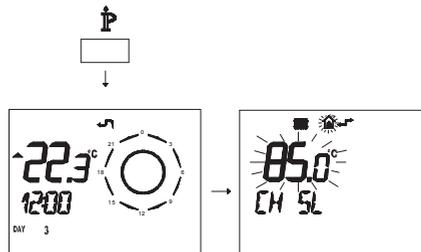

Figura 5.47
- Premere per più di 3 secondi il pulsante  per entrare in modalità **INFO** (Figura 5.47).